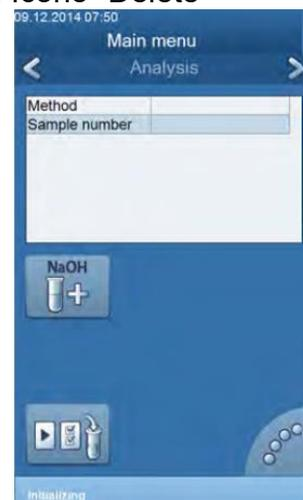

Figura 4
5.2.4.4 En caso de ser necesario durante el proceso de destilación se requiera adicionar más cantidad de Hidróxido de Sodio antes de culminar el tiempo de destilación, presionar el ícono **NaOH +**, como se observa en la figura 4. El equipo adiciona un volumen igual de NaOH según el tiempo que mantenga presionado el ícono.